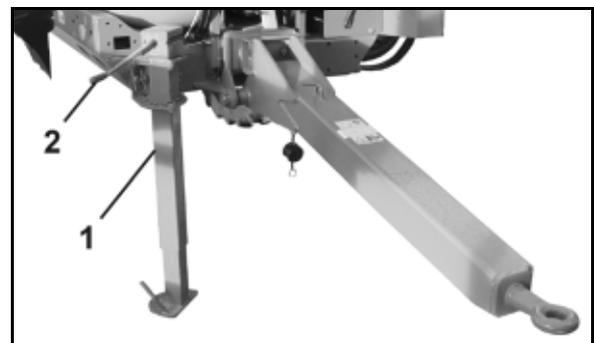

Fig. 23
- Stützfuß abgesenkt bei abgekuppelter Maschine (Fig. 23/1).
1. Klappstecker lösen und Bolzen (Fig. 23/3) ziehen..
2. Stützfuß am Griff (Fig. 23/4) absenken, mit Bolzen im oberen Loch abstecken und mit Klappstecker sichern.
3. Mit der Kurbel (Fig. 23/2) Stützfuß herunter kurbeln.